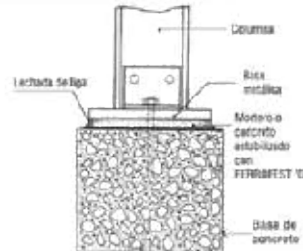

Fig. 5 ANCLAJE DE PERNOS
- Anclar pernos, barras, varillas, tornillos, etc. (Ver Fig. 5 y 6).